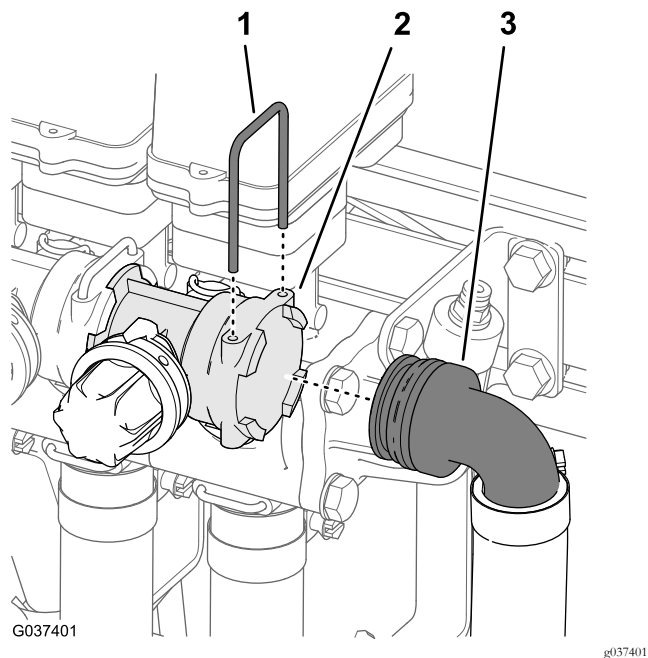

Figura 29
3. Rimuovete il fermo che fissa il raccordo del flessibile a 90° all'estremità della valvola di bypass per la valvola del segmento delle barre di destra (Figura 29).
4. Rimuovete il raccordo del flessibile a 90° dalla valvola di bypass (Figura 29).